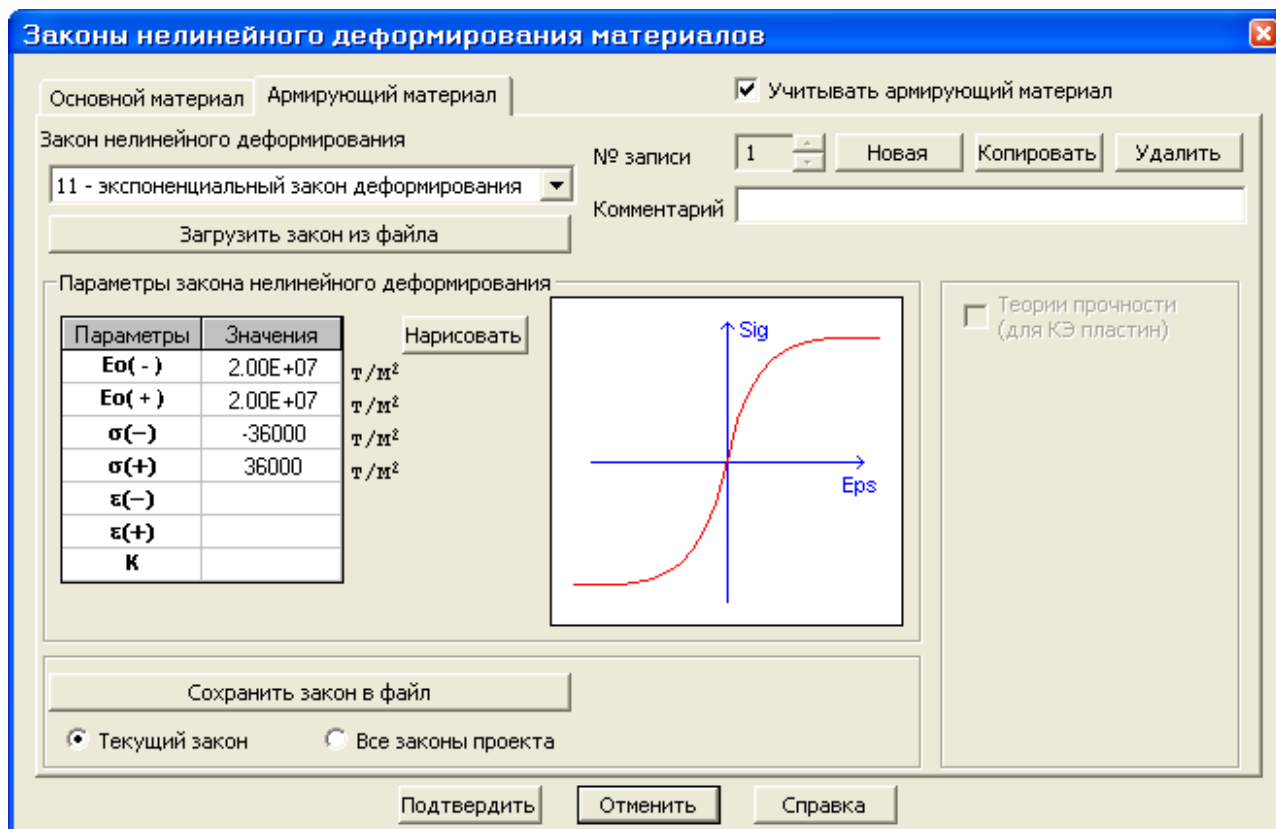

Рис.7.14. Диалоговое окно **Закон нелинейного деформирования материалов** для армирующего материала
- Далее в этом же окне установите флажок **Учитывать армирующий материал** (рис.7.14) и перейдите на закладку **Армирующий материал**.